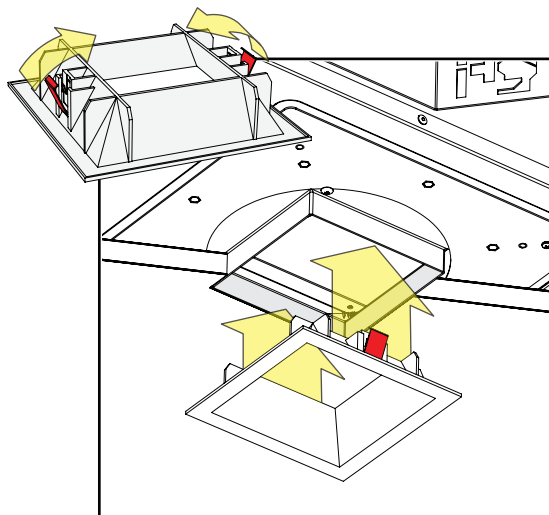

fig. 13
- Comprima los resortes y empújelos hacia la abertura de la luz descendente hasta que la moldura quede a ras con el cielorraso. Asegúrese de que los resortes estén adecuadamente comprimidos y que pasen al interior del collar, no alrededor del mismo (consulte la fig. 13).